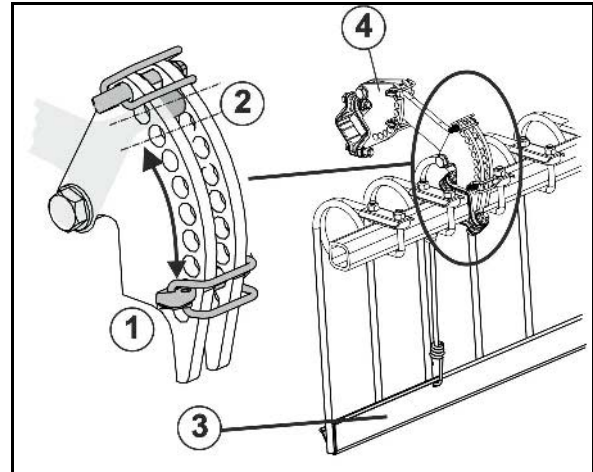

Рис. 36
- Ця машина має один варіант регулювання зміщення дисків на кожну консоль (Fig. 36)